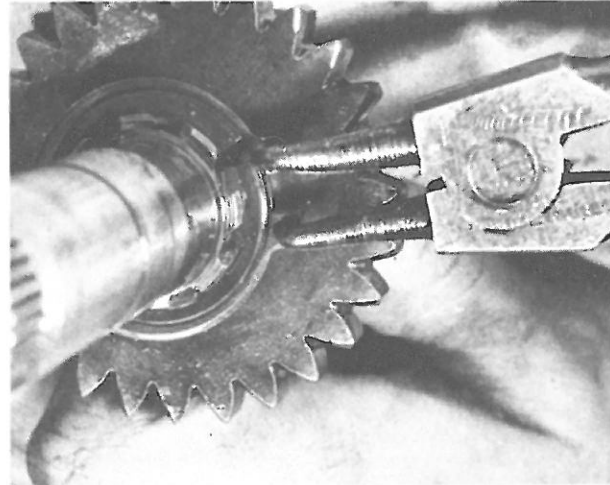

Bild 74
- Sicherung vom verzahnten Ende der Kickstarterwelle entfernen (Bild 70) und Federdeckel, Feder und Federführung von der Welle ziehen (Bilder 71 bis 73). Grossen Sicherungsring ebenfalls entfernen (Bild 74), der den zweigeteilten Anlaufing des Starterzahnkranzes hält, Anlaufing und Zahnrad abnehmen. Schadhafte verzahnte Teile und im Zweifelsfall auch die grosse Rückholfeder erneuern.